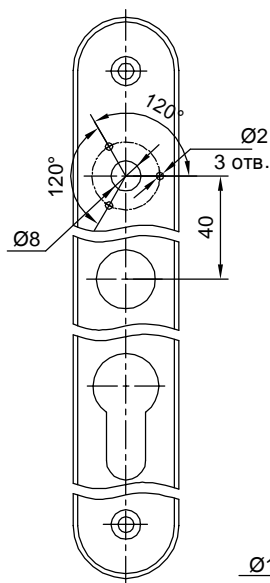

Рис. 6.5.6
4. Продеть гибкий стержень через отверстие Ø8мм в доработанной накладке нажимного гарнитура (см. рис. 6.5.6).